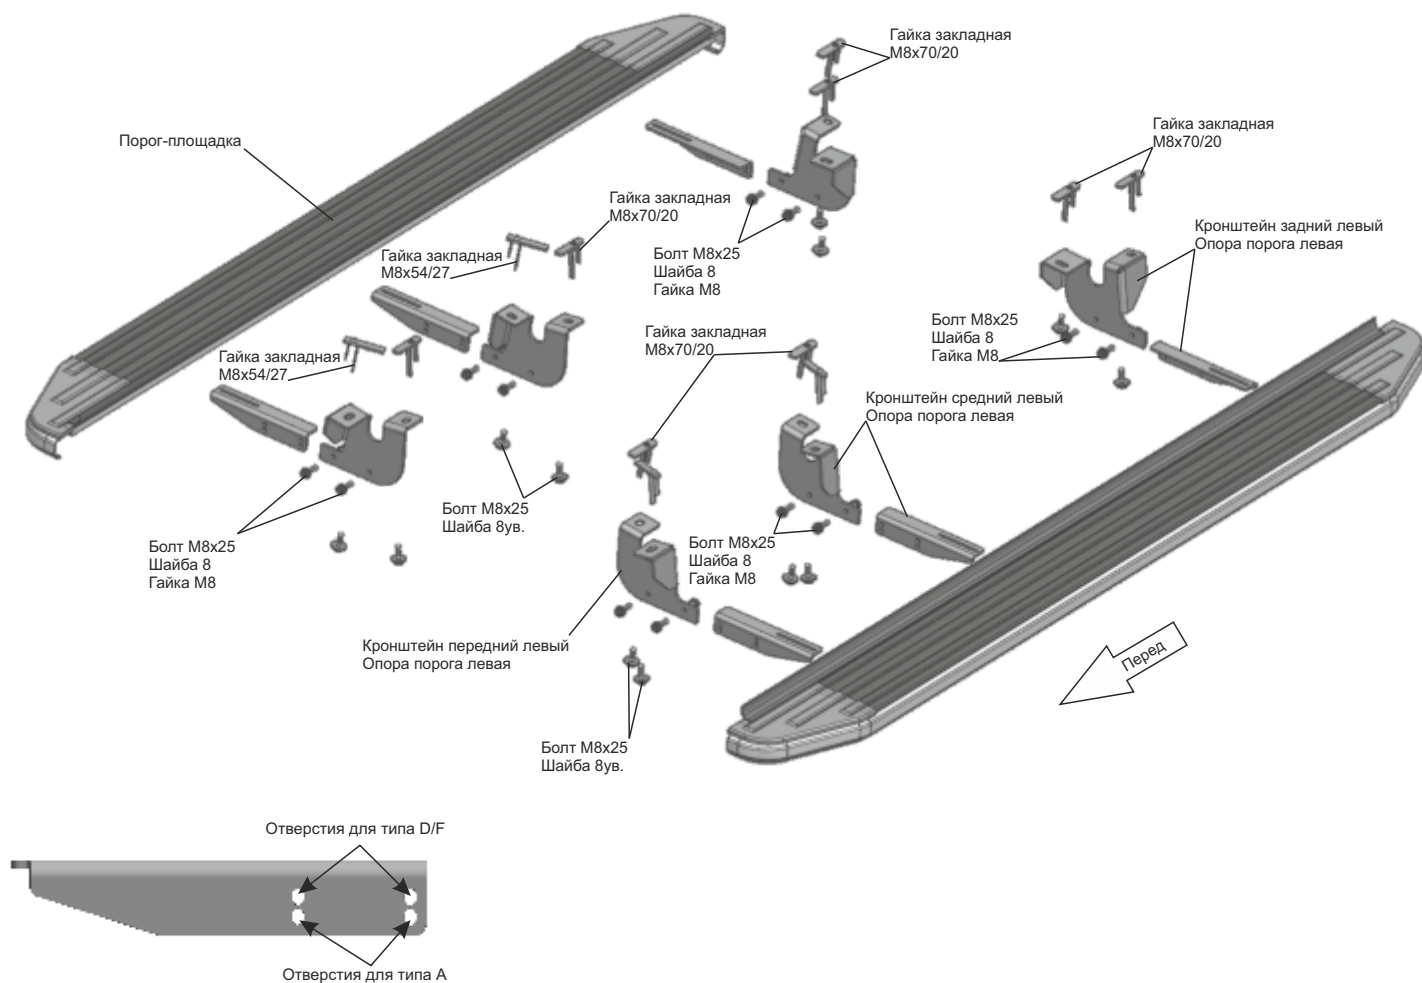

Рис. 1
5. Скрепить между собой опоры порога и кронштейны болтами M8x25 с шайбами 8 и гайками M8 (Рис.1).